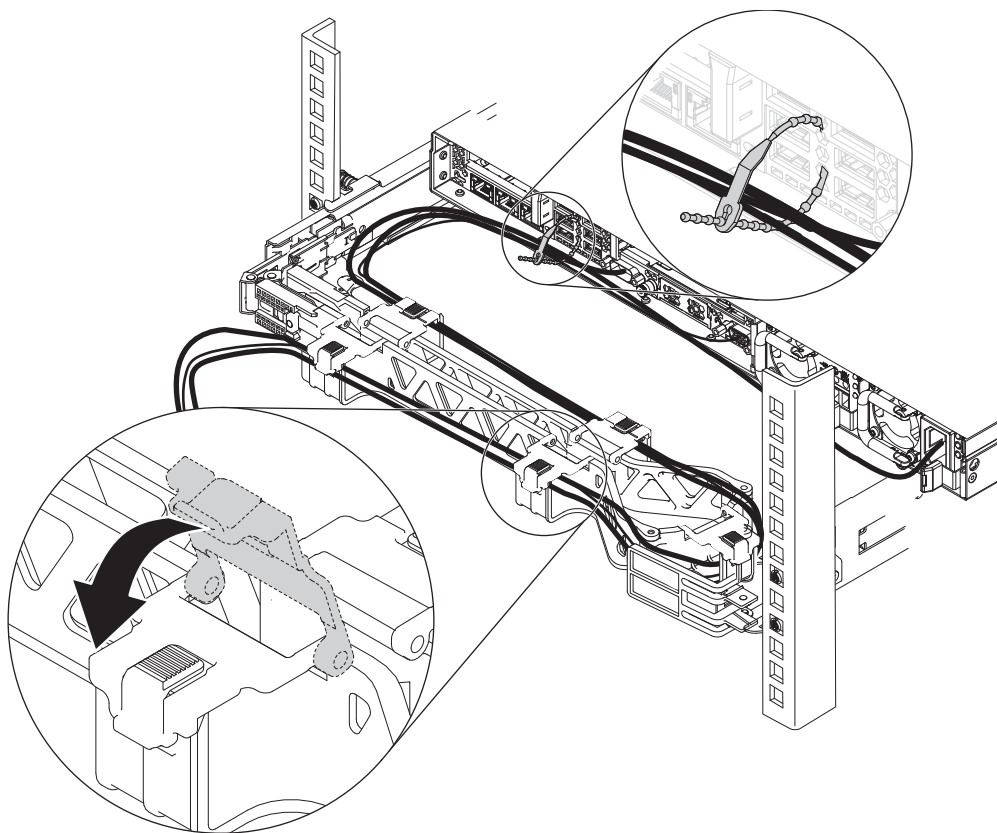

Figura 25. Conectando e roteando os cabos
6. Conecte e direcione os cabos, conforme mostrado na Figura 25 na página 31.